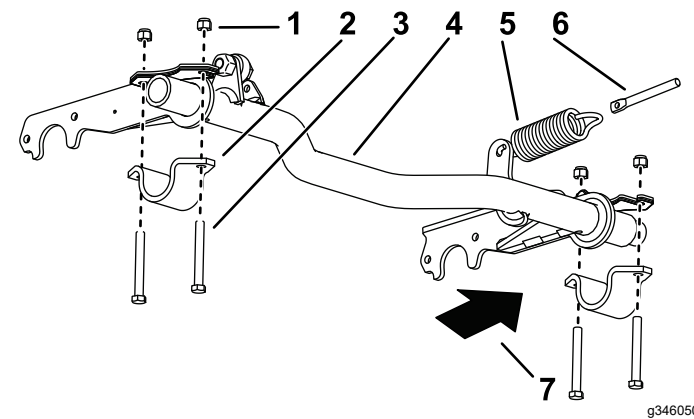

Figura 5
- 1. Conecte el muelle de extensión a la palanca del tubo de pivote y a la varilla del muelle (Figura 5).
- 2. Instale provisionalmente el soporte del tubo de pivote en el lado derecho (Figura 5).
- 3. Introduzca el extremo derecho del tubo de pivote en el soporte del tubo de pivote del lado derecho (Figura 5).
- 5. Levante el extremo izquierdo del tubo de pivote hasta el bastidor e instálelo con un soporte de tubo de pivote, 2 pernos (3/8" x 3") y 2 contratuercas (3/8") (Figura 5).